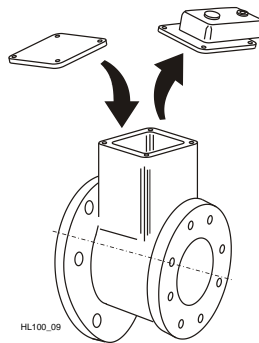

Рис. 11 Типичная заглушка, установленная вместо корпуса эжектора
- c) Компрессорные агрегаты: полностью снимите корпус эжектора и установите вместо него гладкую заглушку (см. Рис. 11).